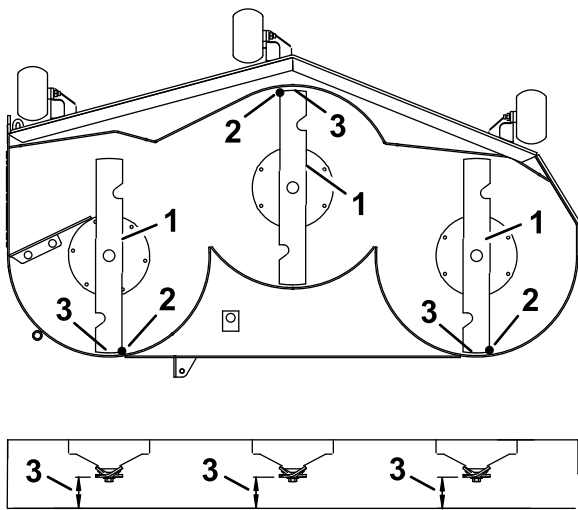

Bild 78
7. Prüfen Sie die Schnittmesserneigung in Längsrichtung (Bild 78). Stellen Sie sicher, dass die vordere Messerspitze niedriger als die hintere Messerspitze ist, wie in der Blockhöhen- und Rechentabelle angegeben. Wenn eine Einstellung erforderlich ist, fahren Sie mit diesem Schritt fort.